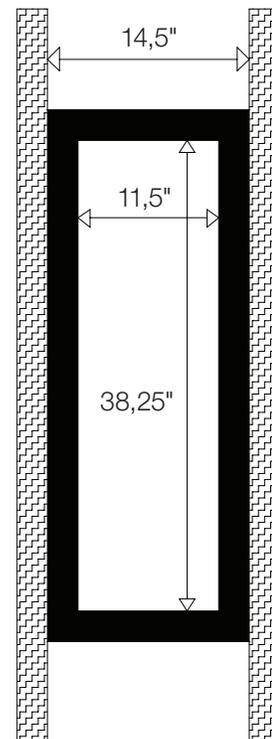

Figura 14
2. Usando perfis 2 x 6, crie um quadro com dimensões internas de 38,25" x 11,5" (971,6 mm x 292,1 mm) (Figura 14). Fixe aos suportes existentes com pregos ou parafusos de madeira.